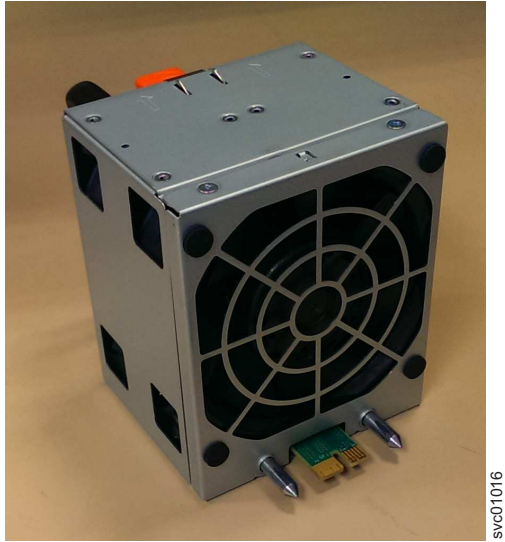

图 101. 风扇模块方向
1. 使用顶部的松开卡口和底部的插销来固定风扇模块，如第 102 页的图 101 中所示。